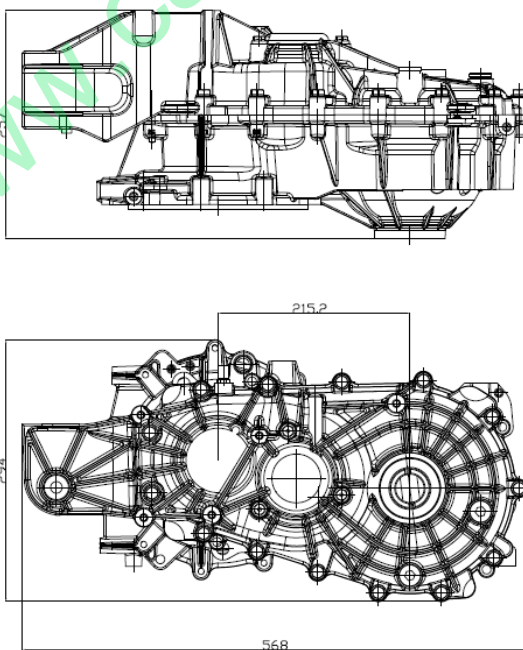

图 7
2. 变速箱总成外观尺寸大小： $A \times B \times C = 568\text{mm} \times 294\text{mm} \times 257\text{mm}$ （见下图 7）：